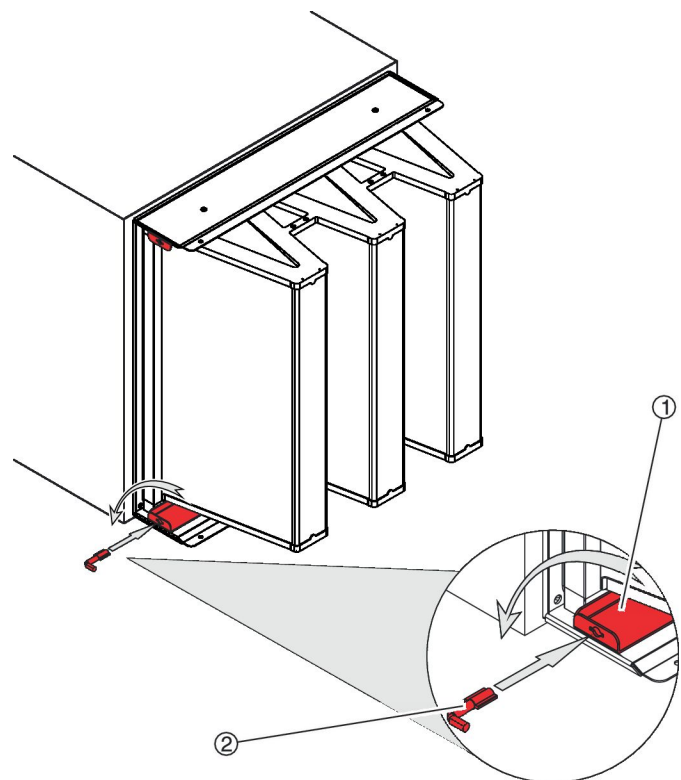

Abb. 57: Spezialschlüssel einsetzen
3. ▶ Den Spezialschlüssel ( Abb. 57 /2) in die vorgesehene Öffnung einer Spannschiene ( Abb. 57 /1) stecken und um 90° gegen den Uhrzeigersinn drehen.